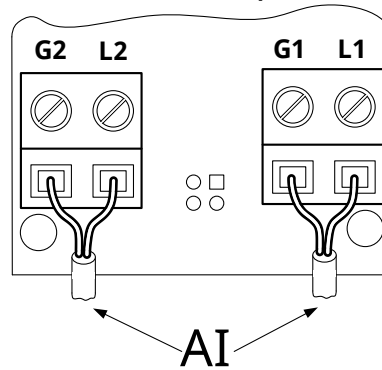

Рисунок 2 – Схема підключення зовнішніх кіл до клем модуля
5.1 Підключати АІ до модуля слід згідно рис. 2.